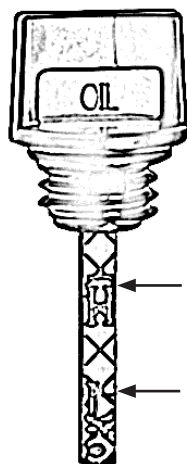

Bild 8
- Läs av oljenivån, se även bild 8.
Det måste finnas en oljefilm mellan den övre och den nedre markeringen. Om det inte finns någon oljefilm är oljenivån för låg, bild 8. Fyll på med mer olja. H-High står för maximum. L-Low står för minimum.